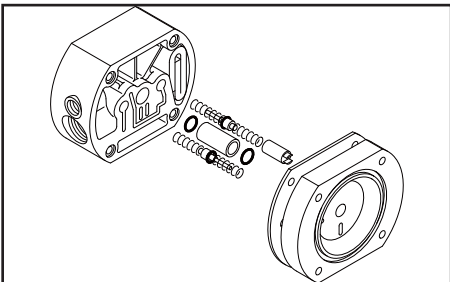

Figure 27-2
- Sortez le palier (voir figure 27-2).